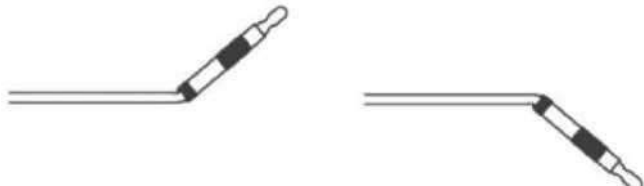

Figura 6
- b. Îndreptați apoi împingătorul spre înapoi, și continuați îndoirea și îndreptarea până când tubul împingătorului se deschide expunând elementul de eliberare (Figura 6).